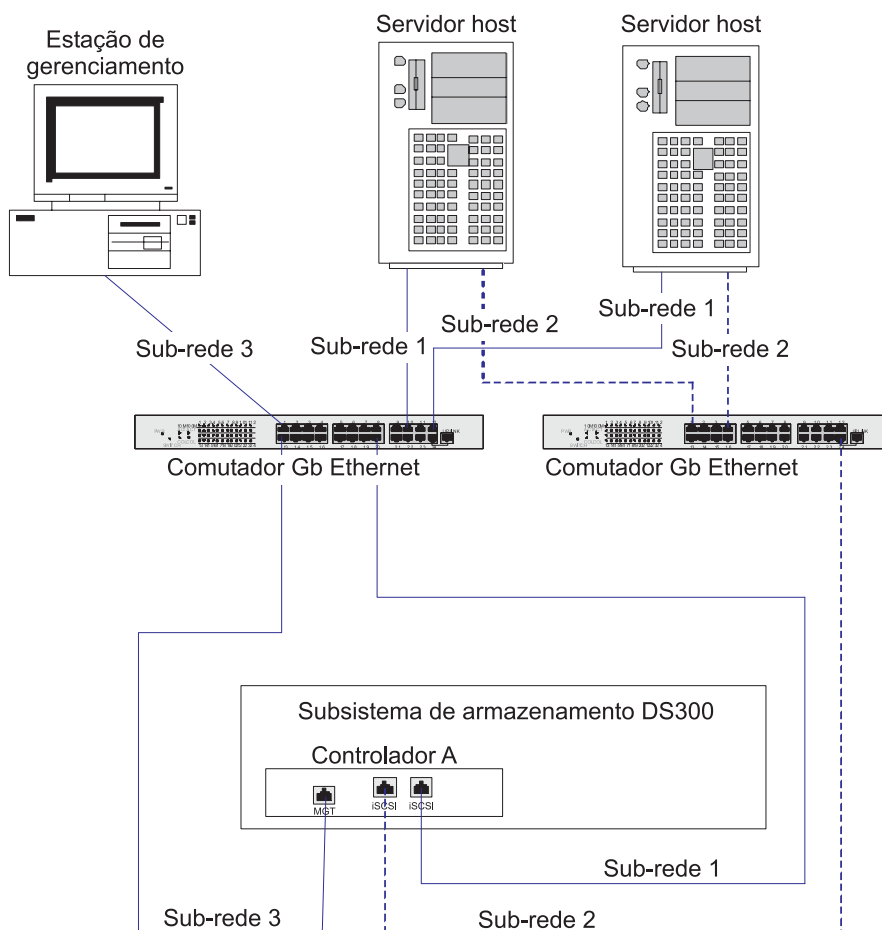

Figura 11. Configuração de Dois Servidores com Dois Comutadores e Várias Portas (DS300)
2. É possível substituir os dois comutadores Gb Ethernet mostrados na Figura 11 por um comutador Gb Ethernet grande com portas suficientes. Uma VLAN também pode ser utilizada para isolar as duas redes iSCSI, em vez de um único comutador.